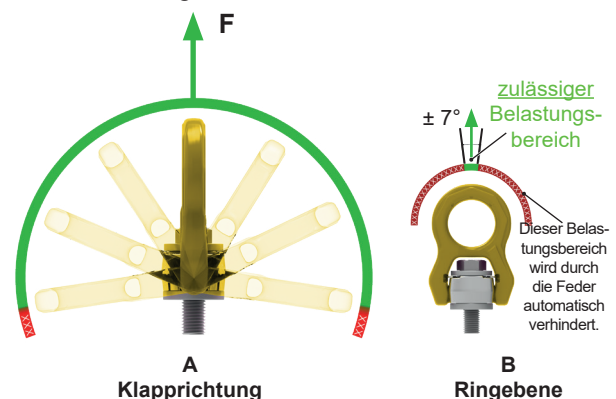
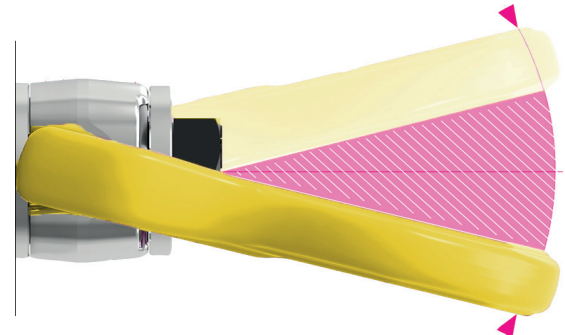

Abb. 2: *
Abb. 7: Die Feder hält den Bügel aus der schraffierten Position ab
Die Feder hält den Bügel aus der in Abb. 7 schraffierten Position ab. Dies führt dazu, dass die verbotene Belastung „quer zum stehenden Bügel“ (siehe Abschnitt 3.3.1, Abb. 2) nicht entsteht. Unter Last wird die Federkraft überwunden und der ACP-TURANDO OCEANSTAR kann senkrecht belastet werden. Das Klappen des Bügels über den von der Feder abweisenden Bereich ist mit erhöhtem Kraftaufwand jedoch von Hand möglich.
- Funktion der Feder (Bügel muss von der senkrechten Position abgehalten werden, siehe Absatz 3.3.2, Abb. 7).